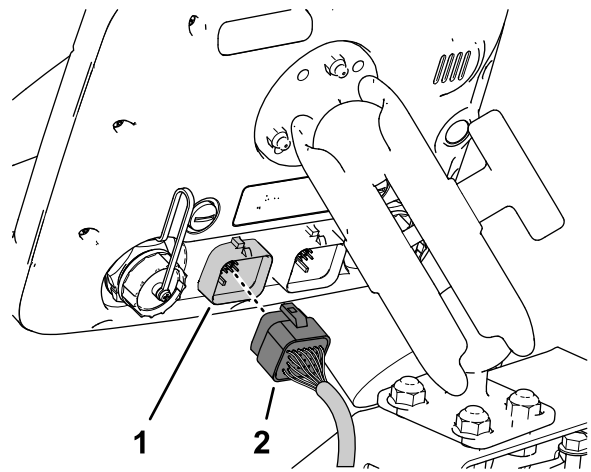

Figura 208
3. Allineate il connettore a 26 prese del cablaggio dati con il connettore a 26 pin del monitor dell'irroratrice e premete il connettore a prese nel connettore a pin fino a quando il fermo del connettore non scatta saldamente in posizione (Figura 208).